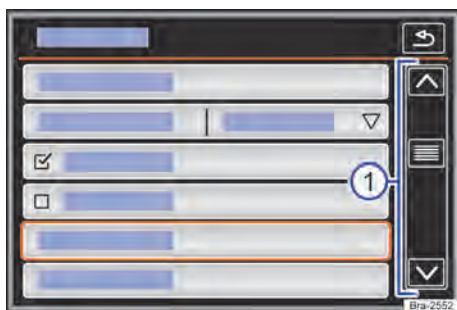

Fig. 128 Representação esquemática: entradas de lista, menu de configurações.
Se em uma exibição de lista houver mais registros selecionáveis do que podem ser visualizados, são mostradas superfícies de função para a rolagem ou uma barra de rolagem à direita na imagem → Fig. 128 ①.
As entradas de lista podem ser acessadas pelo toque direto no display, ou por meio do botão de regulagem → Fig. 128 ①.